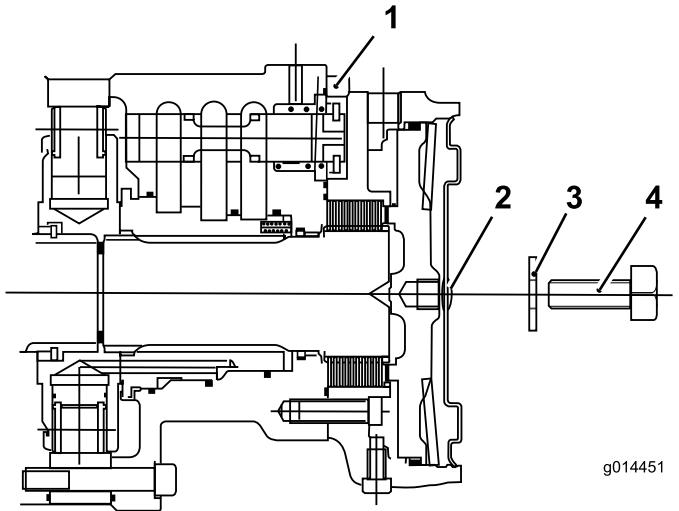

Figure 34
7. Placez un boulon (12 x 40 mm) et une rondelle (12 mm) dans le trou au centre de la plaque d'extrémité du moteur (Figure 34).
8. Serrez le boulon dans le trou fileté du piston de frein jusqu'à ce que le frein soit desserré (Figure 34).